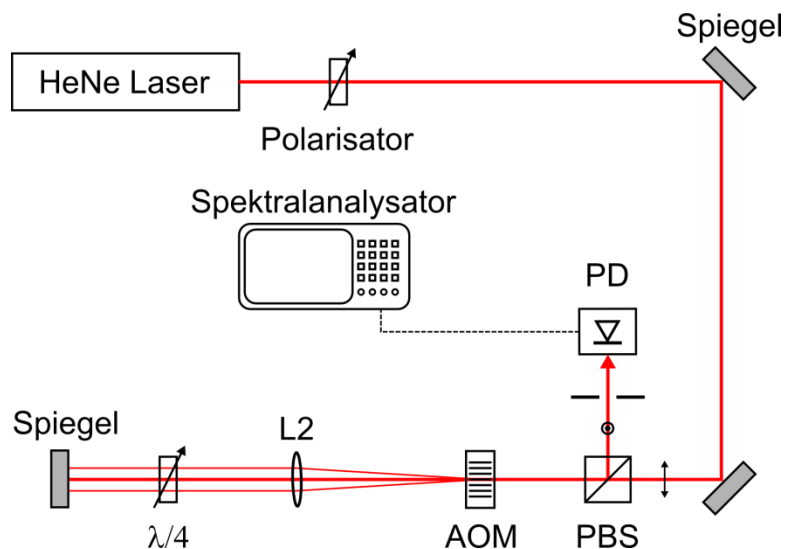

Abbildung 4. Doppel-Pass Konfiguration.
Bauen Sie den AOM in der sogenannten Doppel-Pass-Konfiguration auf (siehe Abbildung 4). Nach Durchlaufen des AOMs sollen alle Beugungsordnungen (mit um 90° gedrehter Polarisation) wieder durch den AOM zurückgeführt und mit dem Photodetektor (PD) und dem Spektralanalysator nachgewiesen werden.
Hinweise: Sie benötigen für diese Aufgabe den Polarisationsstrahlteilerwürfel (PBS). Dieser transmittiert p-polarisiertes Licht und reflektiert s-polarisiertes Licht. Benutzen Sie die $\lambda/4$ -Platte wie in Abbildung 4, um die Polarisation des vom Spiegel reflektierten Lichts um 90° zu drehen. Der Photodetektor weist in dieser Konfiguration Licht der unverschobenen Frequenz in der nullten Ordnung, sowie der verschobenen Frequenz in den ersten Ordnungen nach. Überlegen Sie sich, welche Frequenzen Sie für eine gegebene AOM-Frequenz erwarten nachzuweisen. Vergleichen Sie dies mit den Messungen.